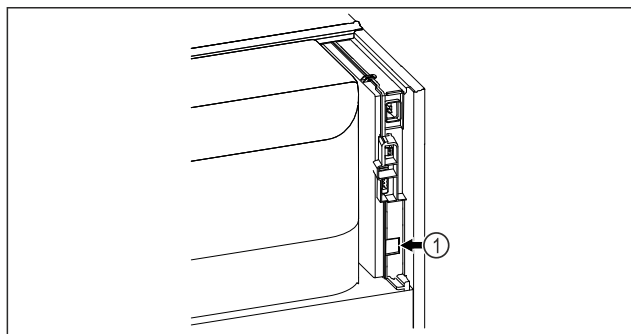

Fig. 47
- Moduli SmartModule Fig. 47 (1) është vendosur.